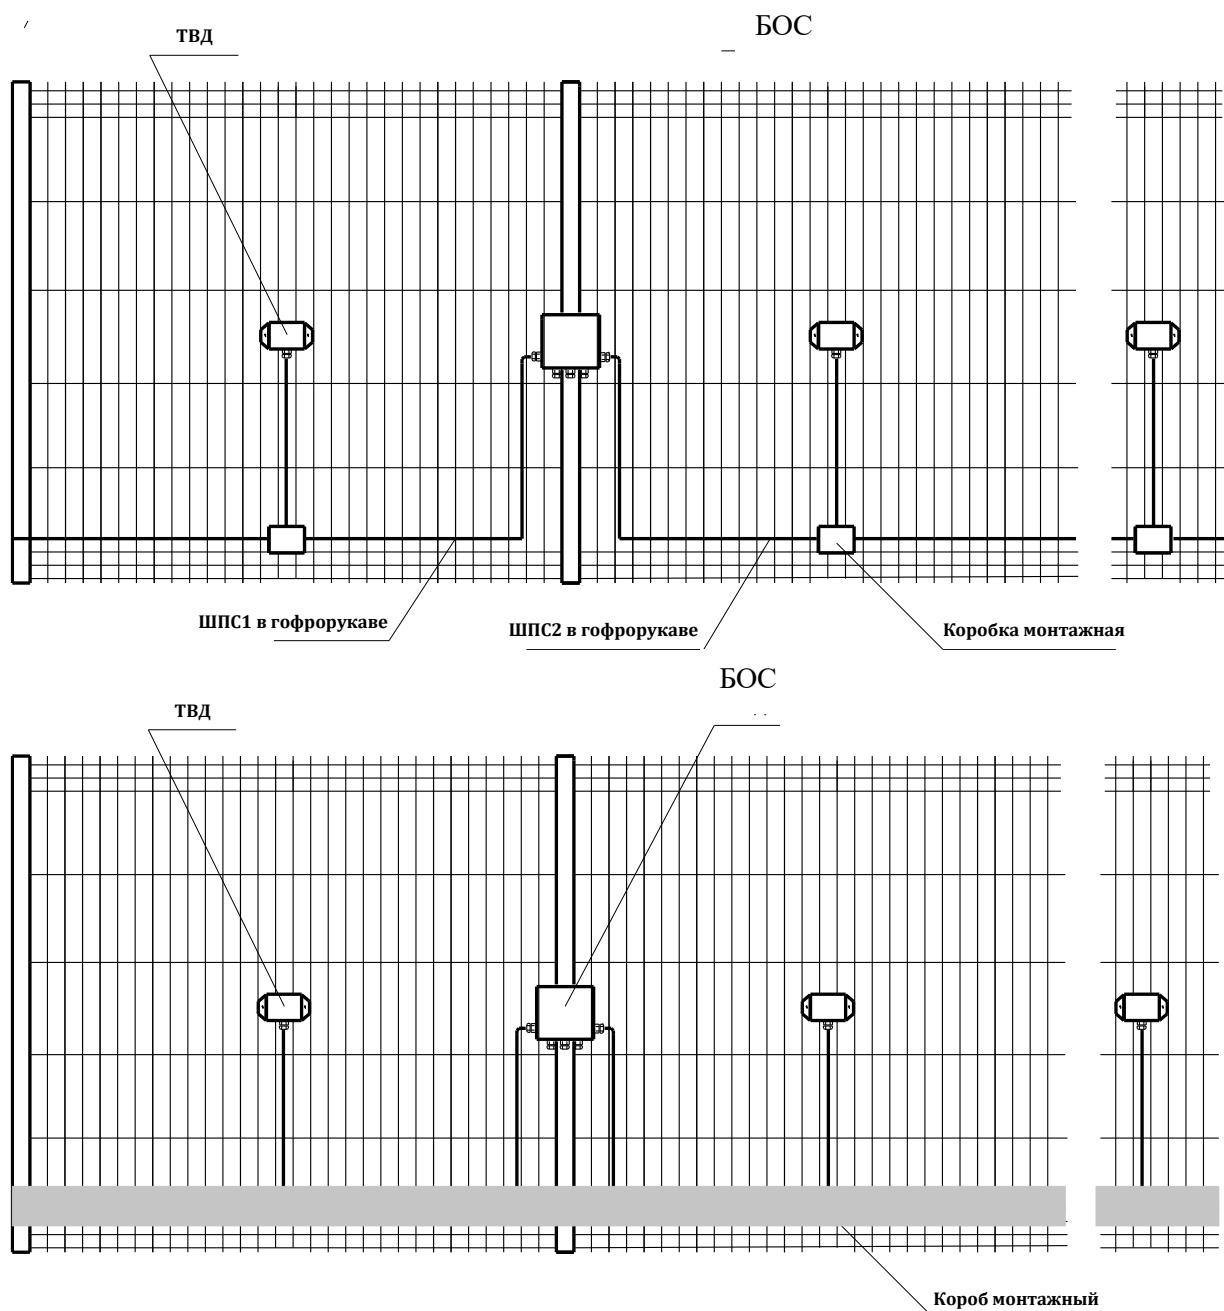

Рисунок 3.4.Монтаж соединительных линий.
3.4.3 Монтаж соединительных кабелей ШПС производить при температуре не ниже минус 10°С. С целью сохранения целостности ШПС при диверсиях (разрушение ТВД, перекус подводящего кабеля) рекомендуется проводить прокладку кабельных линий защищенным способом, выполняя ответвления к каждому ТВД (рис.3.4). При таком способе монтажа вывод из строя отдельного ТВД не приведет к выходу из строя всей линии ШПС.